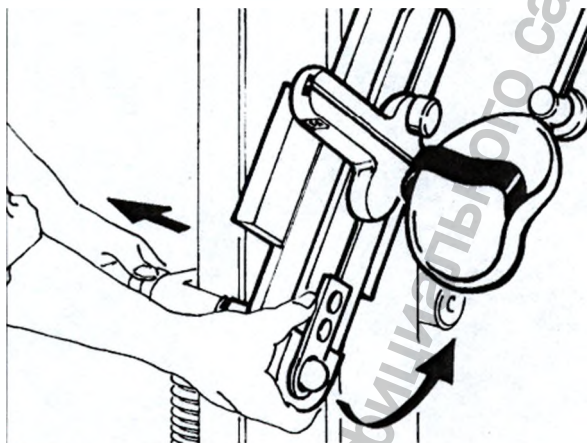
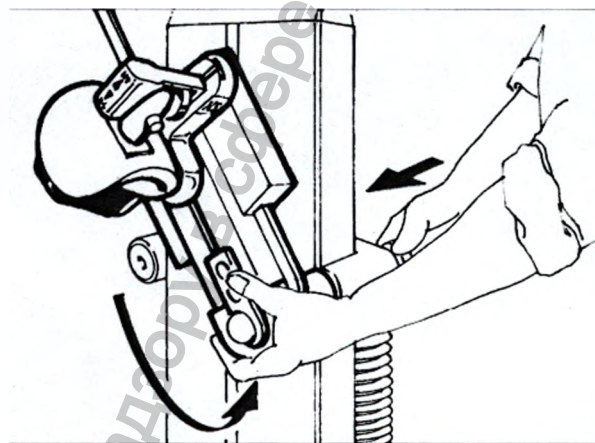

Рис. 1
Рис. 2
В зависимости от того, сустав правого или левого плеча мы собираемся разрабатывать, механическую руку следует зафиксировать на правом или левом центре вращения (см. Рис. 1, 2). Сбоку от этих центров вращения имеются надписи, позволяющие не перепутать, на каком из центров вращения должна быть зафиксирована механическая рука при каждом виде реабилитации". Центры вращения обозначены цифрой 5 на рисунке
☐ ☐ Выкрутите ☐ фиксатор (22), придерживая при этом механическую руку (рис.1). Механическая рука имеет крепление в верхней части аппарата и может совершать вокруг него маятниковые движения. Переместите механическую руку к другому центру вращения (рис. 2), и закрутите фиксатор (22).